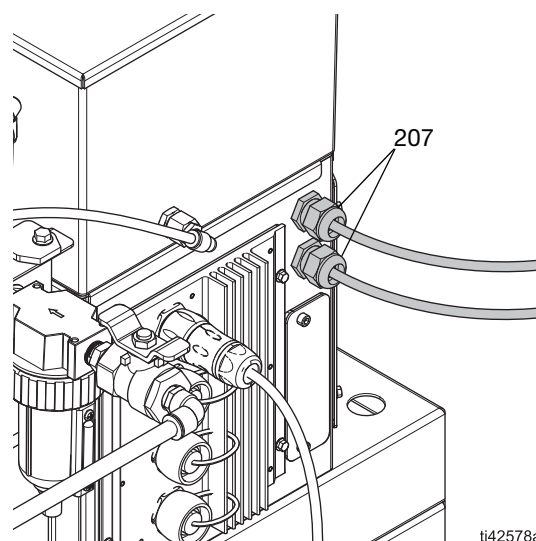

FIG. 12: Localização do prensa-cabo de E/S
- Encaminhe um cabo multi-condutor através de um buçim de E/S. Consulte a FIG. 12.